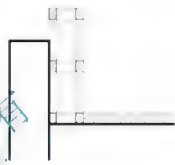
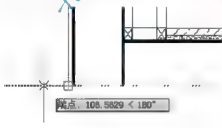

图 5.97 绘制墙体饰面层 2
图 5.98 绘制折断线 1
(8) 用【修剪】和【分解】命令, 将图形修整至如图 5.97 所示。
(9) 打开【正交】、【对象捕捉】和【对象追踪】, 并启动【直线】命令。
① 在\_line 指定第一点: 提示下, 捕捉如图 5.97 所示的 N 点处, 不单击, 将光标向左移动至如图 5.98 所示处单击, 确定直线的起点。